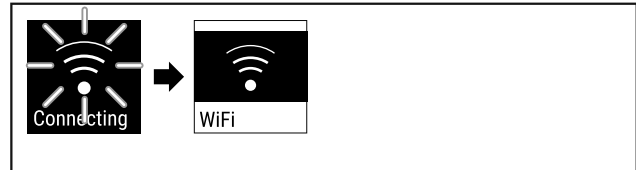

Fig. 86
- ▶ Forbindelsen er etableret (se Fig. 86) .